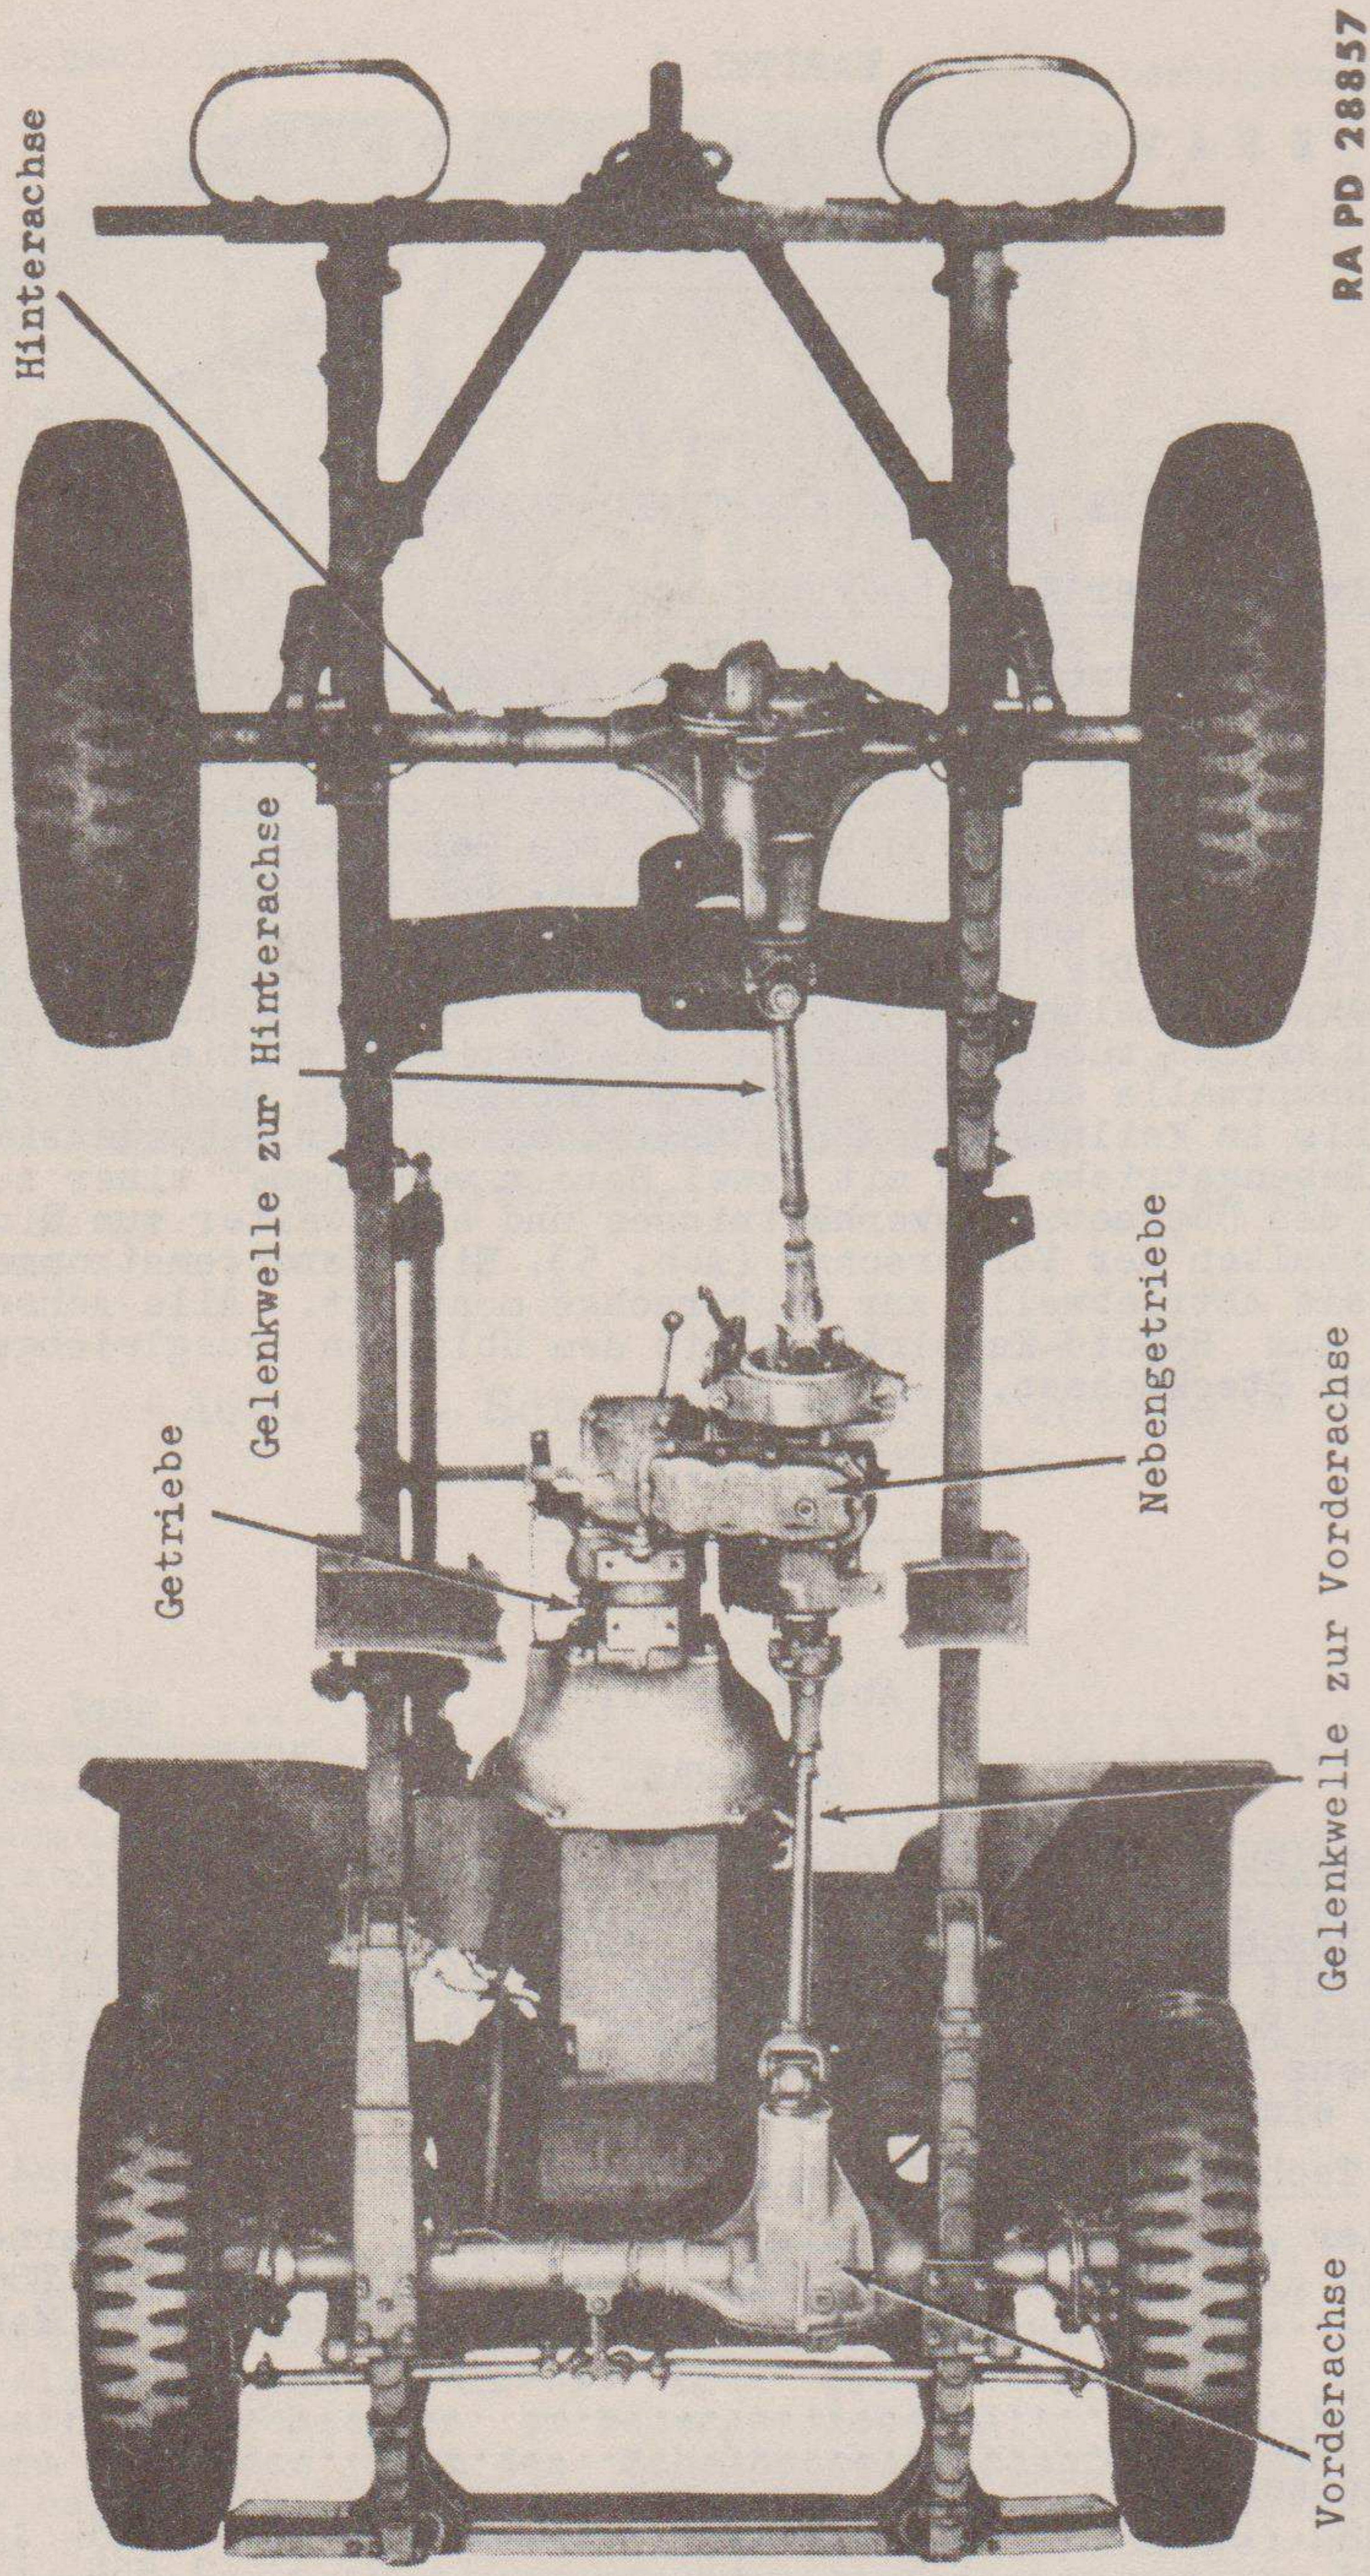

Abb. 2 - Kraftübertragung
a. Das Drehmoment wird vom Motor auf die angetriebenen Räder über das Getriebe und ein Zusatzgetriebe übertragen, von denen beide die Möglichkeit geben, das Übersetzungsverhältnis zu wählen. Das Drehmoment wird vom Zusatz- oder Nebengetriebe auf die Vorder- und Hinterachse durch die Gelenkwellen übertragen, die mit Kreuzgelenken versehen sind. Das Getriebe liegt am rückwärtigen Ende des Motors und ist am Kupplungsgehäuse montiert (Abb. 2). Die verschiedenen Räder im Getriebe (§ 4) werden mit einem Schalthebel geschaltet. Das Nebengetriebe ist unmittelbar an das rückwärtige Ende des Getriebes montiert. Die Getriebehauptwelle erstreckt sich vom rückwärtigen Ende des Getriebes bis in Keilnuten des Hauptantriebsrades im Nebengetriebe. Das Nebengetriebe ist mit zwei Hebeln versehen, einer zum Wechseln des Übersetzungsverhältnisses und ein zweiter zum Ein- und Ausschalten der Vorderachse (Abb. 5). Eine Handbremstrommel ist auf die Abtriebwelle zur Hinterachse montiert. Alle Achsen bestehen aus Hypoid-Kegelrädern mit dem üblichen Ausgleichgetriebe und Steckachsen.